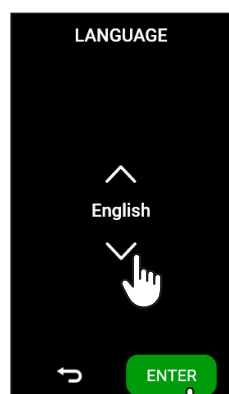

fig.2
Si la superficie de apoyo no fuera perfectamente horizontal, ajuste las patas delanteras, atornillándolas o desatornillándolas, para obtener una ligera inclinación (fig.2).
- Configure el idioma deseado y pulse ENTER (fig.2);